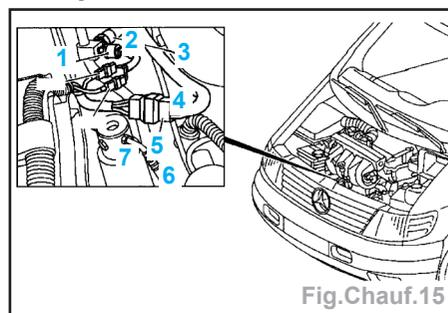

Fig.Chauf.15
- Débrancher le connecteur manocontact (B21.1, B21.2) (Fig.Chauf.15).